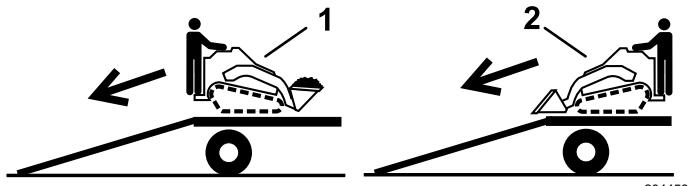

Figura 30
2. Scaricate la macchina dal rimorchio con l'estremità più pesante sulla rampa, trasportando i carichi verso il basso (Figura 30).